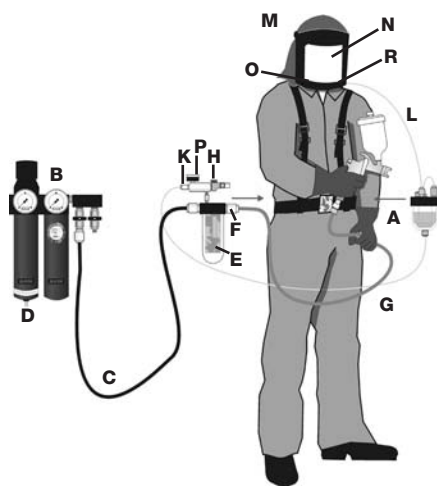
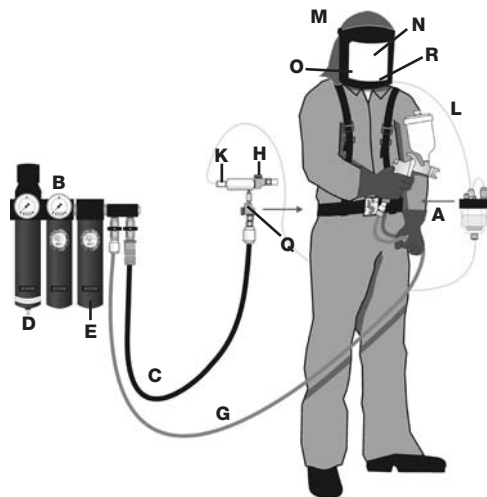

bild 1
bild 2
SATA vision 2000, bestnr 69500, tryckluftsslängdon EN 270, bestående av andningsskyddshuva och bältesenhet bestnr 54015 med adsorber m. aktivt kol, bild 1
eller alternativt med bältesenhet utan adsorber m. aktivt kol, bestnr 58941, liknande bild 2.
SATA andningsskyddsats, andningsskyddshuv med stansat siktfönster och bältesenhet med aktivkol-adsorber (liknande som fig 1), alternativt utan aktivkol-adsorber (liknande som fig 2), tryckluftslangapparat för enklare användningsfall EN 1835, andningsskyddshuv klass 1.
SATA-Super-andningsskyddssetet vision 2000 är ett högeffektivt hälsoskydd för lackerare samt för arbeten i hälsofarlig miljö. Det består av en ventilerad andningsskyddshuva, som försörjs med filterrad andningsluft, en bältesenhet med filter med aktivt kol med extra anslutning för ett tryckluftsdon, bild 1, eller alternativt en bältesenhet utan filter m. aktivt kol och utan anslutning för ett tryckluftsdon, bild 2, och en tryckluftstillför-sel-slang.
Ägaren ska säkerställa att den luft som sugs in av kompressorn är så pass fri från skadliga gaser, ångor och partiklar (t.ex. avgaser från förbränningsmotorer eller -ugnar, lösningsmedelsångor), att kraven i DIN EN 12021 avseende koldioxidhalten uppfylls. Användning av syre eller syreanrikad luft är ej tillåten. För att avlägsna föroreningar i andningsluften, vilka härrör från kompressorn, som t.ex. oljedimma, måste dessutom ett tryckluftsfiler med manometer (t.ex. SATA 444) vara monterat mellan bältesenhetens adsorber m. aktivt kol, bild 1, och lufternätet, eller alternativt mellan den väggmonterade adsorberrn m. aktivt kol 464 och lufternätet.
Förbindningen mellan tryckluftsförsörjnings-systemet (B), bild 1, resp. (E), bild 2, och den respektive bältesenheten (bältesdel) måste göras med den godkända tryckluftstillförselslangen (värmebeständig, antistatisk, böjningsfast, stegfast, max. 50 m) med säkerhetsnabbkopplingar, t.ex. SATA bestnr 49080 (6 m).